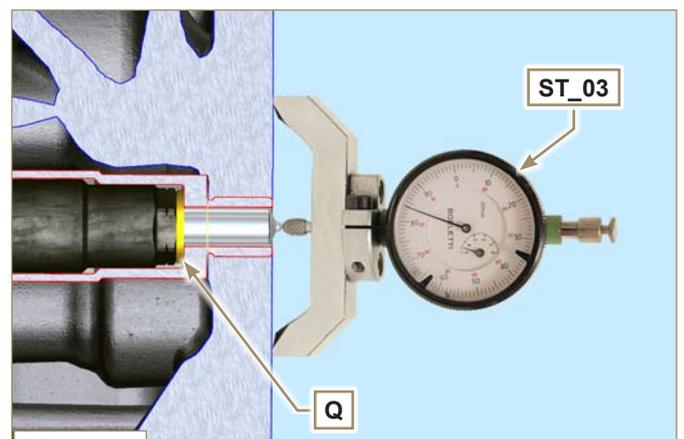

Abb. 9.44
- 4 - Mit dem Werkzeug **ST\_03** messen, wie weit das Einspritzventil übersteht (Abb. 9.44) Der Wert muss zwischen 1,68 - 2,42 mm liegen.